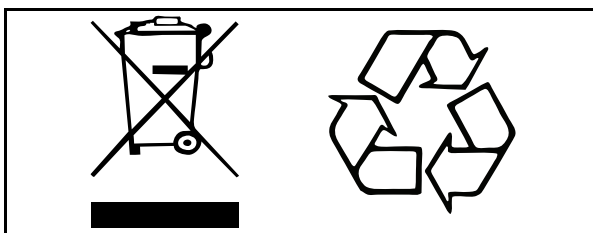

Fig. 2
- För säker kassering av batterier ska reglerna i WEEE-direktivet (Waste of Electronic and Electrical Equipment, EU-direktivet för hantering av elektriskt och elektroniskt avfall) såväl som nationella miljöföreskrifter följas. Om detta inte görs kan de explodera, läcka eller orsaka personskador. När batterier återvinns ska deras anslutningar isoleras med tejp. Annars kan kvarstående elektrisk laddning i förbrukade batterier orsaka brand eller explosion. Fig. 2 nedan visar symbolerna för bortskaffande och återvinning.